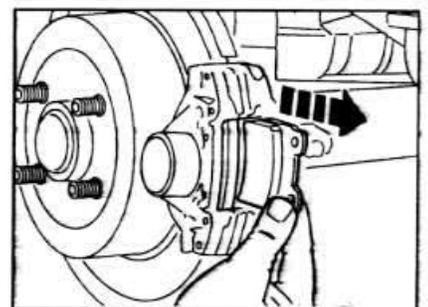

Рис. 9.38. Извлечение задних тормозных колодок из суппорта.
- Извлеките тормозные колодки из суппорта (см. рис. 9.38).